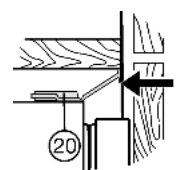

Fig. 16
- ▶ Если требуется, выставьте выравнивающий козырек Fig. 16 (20), сдвигая его параллельно крышке шкафчика. Нельзя допускать, чтобы он выступал.